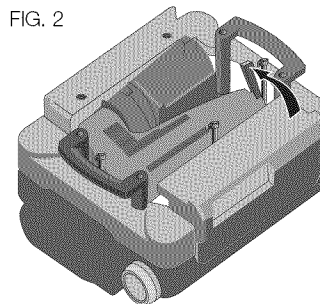

FIG. 3
6. Quite la cubierta de polvo de la unidad (Fig. 3) y déjela a un lado.